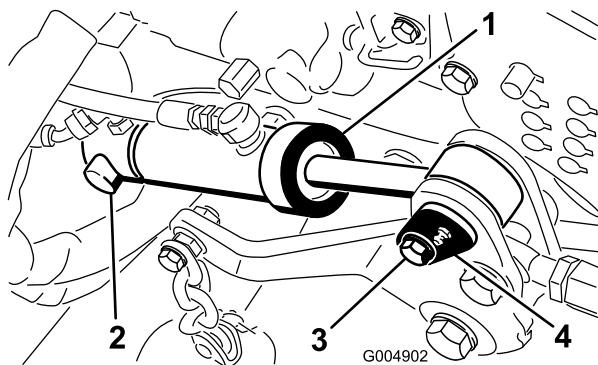
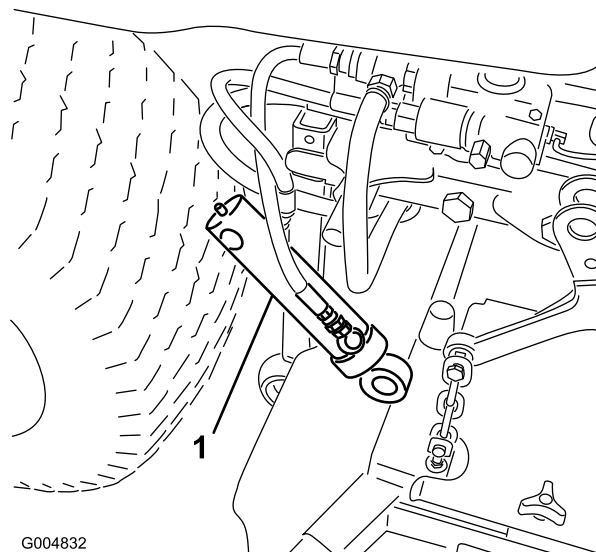

Figure 37
Figure 38
7. Déposez la bague de retenue qui fixe l'arrière du vérin de levage du tablier à l'axe de pivotement (Figure 37).
8. Retirez la vis qui fixe l'axe de pivotement de vérin avant au cadre de la tondeuse (Figure 37). Retirez le serre-câble qui fixe les flexibles de pression et du réservoir.
9. Retirez l'axe de pivotement avant et déposez le vérin de l'axe arrière Figure 37 Laissez pendre le vérin à l'écart des flexibles (Figure 38).